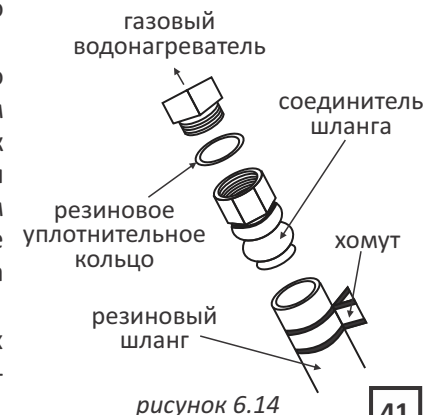

рисунок 6.14
6.4.6. Для пользователей сжиженного газа используйте шланг с внутренним диаметром 9,5 мм для подключения к клапану регулирования давления сжиженного газа и закрепите его хомутом после подключения. Затем наденьте резиновый шланг на газовый штуцер до конца и закрепите хомутом (рисунок 6.14).